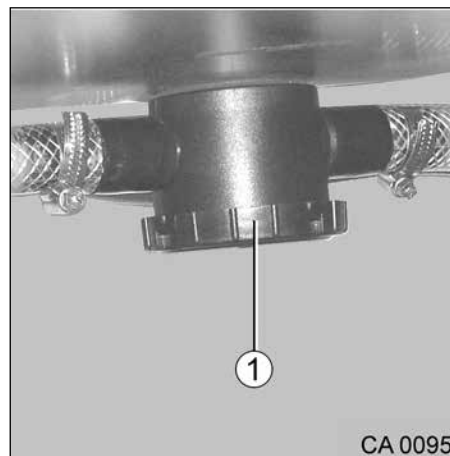

Fig. 60 Siphon
Pour éviter des mauvaises odeurs émanant de l'installation des eaux usées, le véhicule est équipé de siphons (Fig. 60, pos. 1).
1. Dévisser le couvercle du siphon (Fig. 60, pos. 1) dans le sens anti-horaire.
2. Nettoyer l'intérieur du siphon et le couvercle (Fig. 60, pos. 1).
3. Visser le couvercle (Fig. 60, pos. 1) dans le sens horaire sur le siphon.